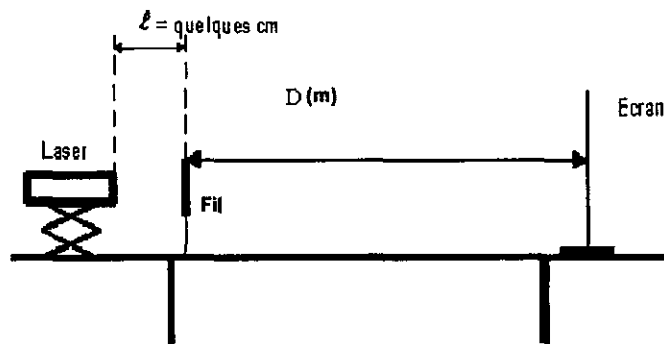

Figure 1
Un faisceau de lumière, parallèle monochromatique, de longueur d'onde λ produit par une source laser arrive sur un fil vertical, de diamètre a (a est de l'ordre du dixième de millimètre). On place un écran à une distance D de ce fil ; la distance D est grande devant a (cf. figure 1).
6. On dispose de deux fils calibrés de diamètres respectifs $a_1 = 60 \mu\text{m}$ et $a_2 = 80 \mu\text{m}$. On place successivement ces deux fils verticaux dans le dispositif présenté par la figure 1. On obtient sur l'écran deux figures de diffraction distinctes notées A et B (cf. figure 3 annexe page 10). Associer, en le justifiant, à chacun des deux fils la figure de diffraction qui lui correspond.